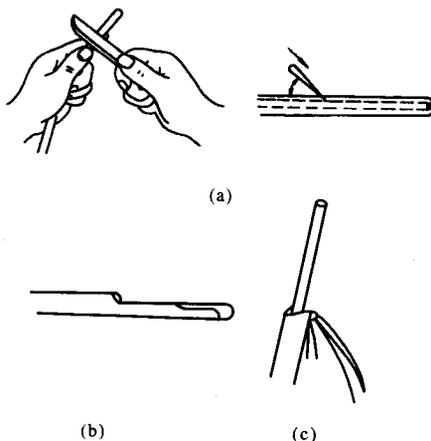

图 1-19 电工刀剖削塑料硬线绝缘层
1) 根据所需线头长度，用电工刀以  $45^\circ$  角倾斜切入塑料绝缘层，应使刀口刚好削透绝缘层而不伤及芯线，如图 1-19 (a) 所示。
2) 使刀面与芯线间的角度保持  $25^\circ$  左右，用力向线端推削（不可切入芯线），削去上面一层塑料绝缘，如图 1-19 (b) 所示。
3) 将剩余的绝缘层向后扳翻，然后用电工刀齐根削去，如图 1-19 (c) 所示。